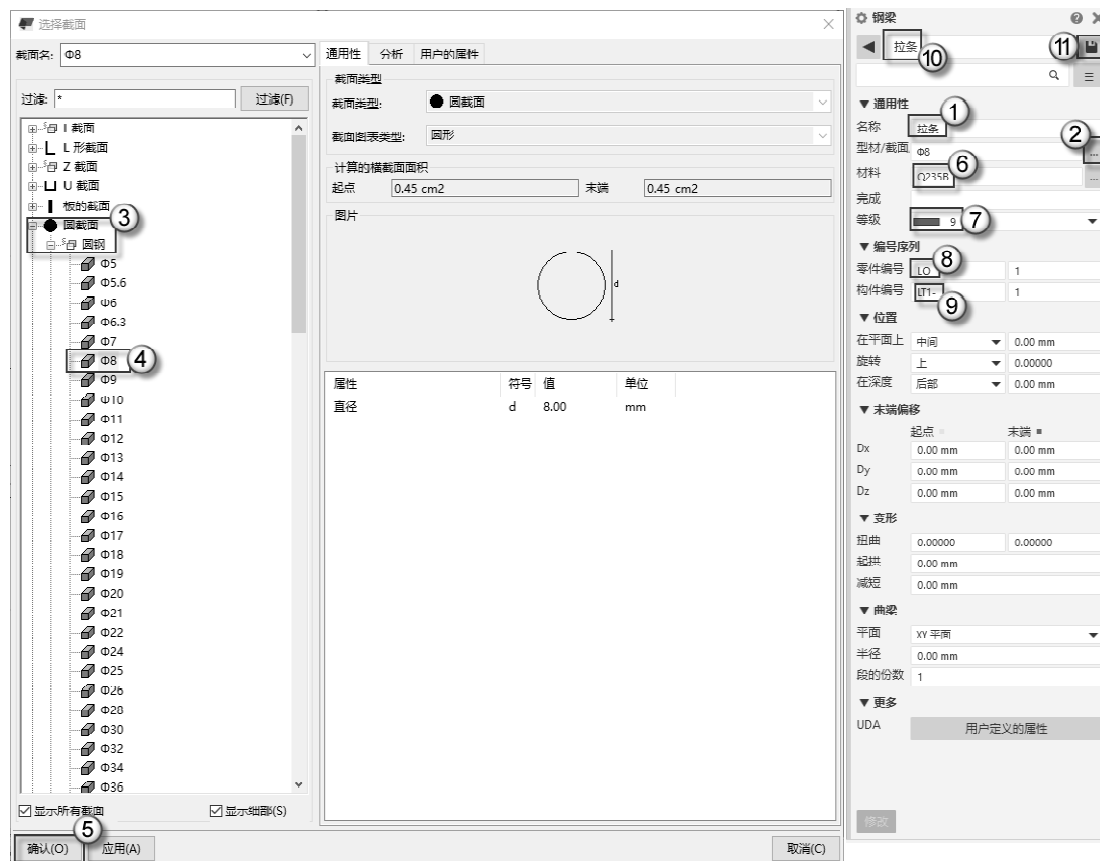

图 1.34 创建拉条样板
(4) 创建拉条样板。双按 L 快捷键，侧窗格将弹出“钢梁”面板，如图 1.34 所示。在“名称”栏中输入“拉条”字样，在“型材/截面”栏中单击...按钮，弹出“选择截面”对话框，选择“圆截面”|“圆钢”下的 $\phi 8$ 选项，单击“确认”按钮。在“材料”栏中切换为 Q235B 选项，在“等级”栏中切换为 9 号颜色，在“零件编号”栏中输入 LO 字样，在“构件编号”栏中输入 LT1-字样，输入“拉条”样板名称（图中⑩处），单击...按钮完成操作。